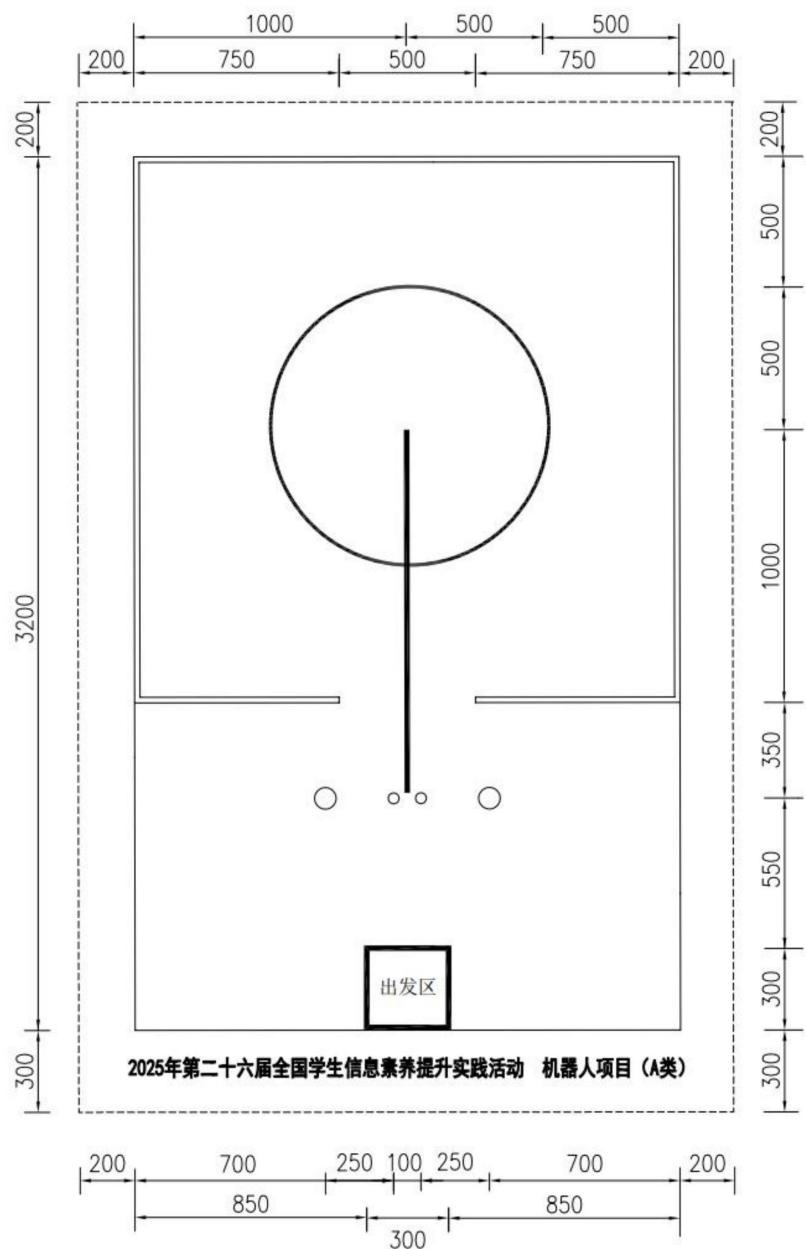

图1 场地俯视示意图
1. 1 展示场地为大小约 $3200\text{mm} \times 2000\text{mm}$ 的喷绘地图（以现场提供为准），圆与线段均为黑色且宽度约为 20mm ，如图1所示。